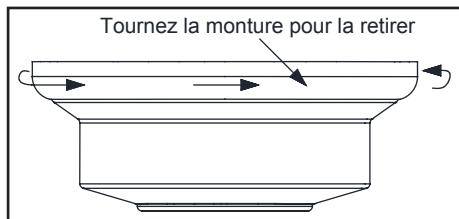

Figure 8
1. Retirez l'anneau de monture de la monture en le tournant vers la droite jusqu'à ce qu'il soit déverrouillé. (Figure 8)